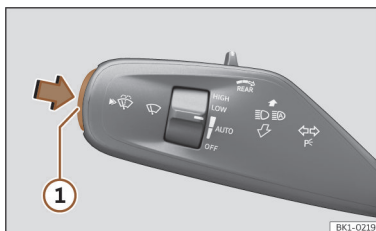

Fig. 172 Manípulo do limpador para-brisas
- Pressione a tecla ① do limpador para-brisas (pressão curta) >>> **Fig. 172.**